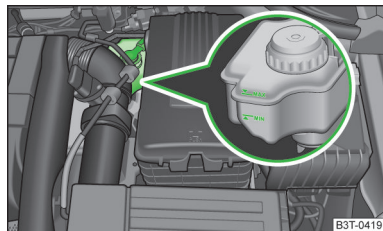

Fig. 157
- Controllare il livello del liquido freno nel serbatoio » fig. 157. Il livello deve essere compreso tra le tacche "MIN" e "MAX".